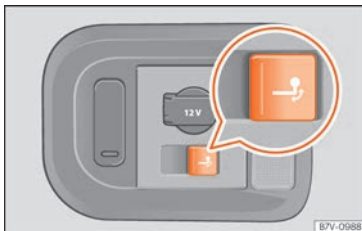

Fig. 280 Lato destro del bagagliaio: pulsante per l'oscillazione del giunto di traino tramite comando elettrico.
- Tirare brevemente la manopola » » » **fig. 280**.
- Tirare brevemente la manopola » » » **fig. 280**. Il giunto si sblocca elettricamente; la spia del tasto lampeggia.